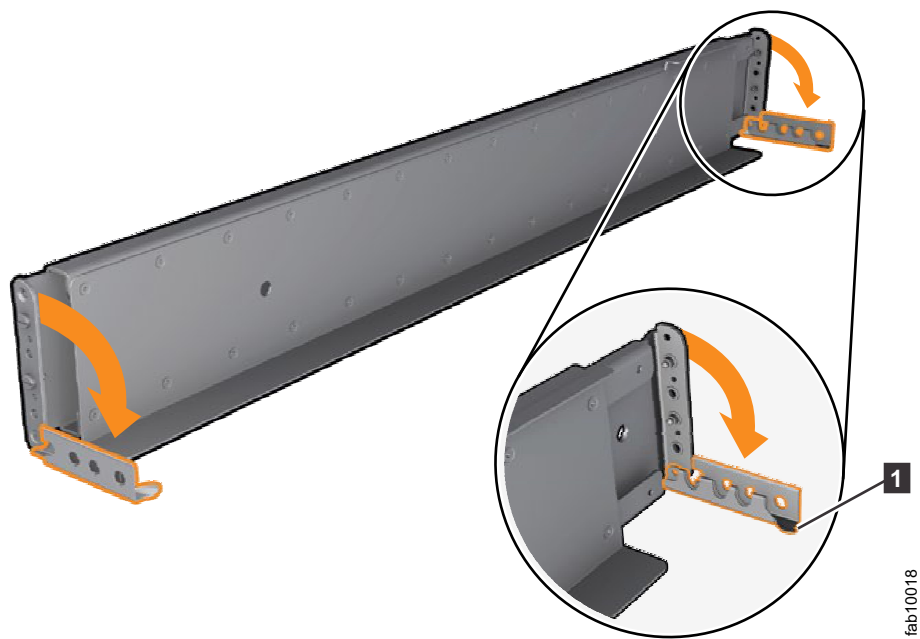

图 38. 打开铰链支架
6. 在导轨的每一端，握住卡口 **1** 并用力拉以打开铰链支架（请参阅第 35 页的图 38）。